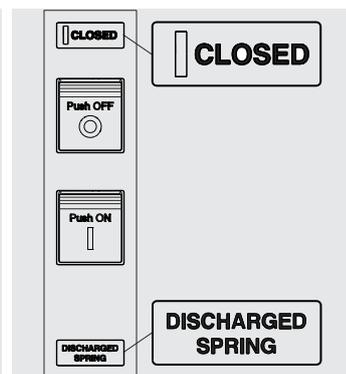

Figura 83
- Interruttore chiuso con molle scariche (vedi Figura 83).